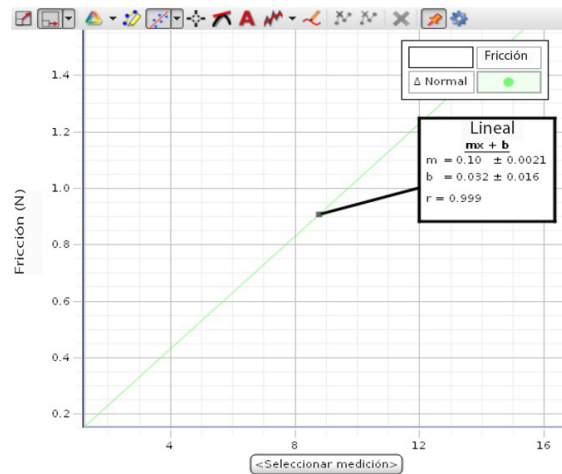

Figura 14.6: Fricción en función de la fuerza normal
5. Las fuerzas de fricción frente a los datos de la fuerza normal se representan gráficamente en la Figura 14.6.